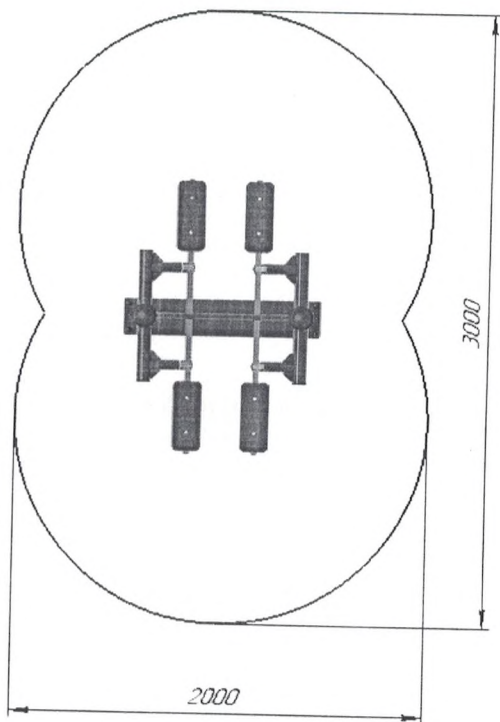

Рис.3 Зона безопасности
12.3 Под изделием игровой площадки с высотой свободного падения более 600 мм должно быть ударопоглощающее покрытие по всей области приземления. При высоте свободного падения менее 600 мм в отдельных местах устраивают ударопоглощающее покрытие. Зона приземления показана на рис. 3